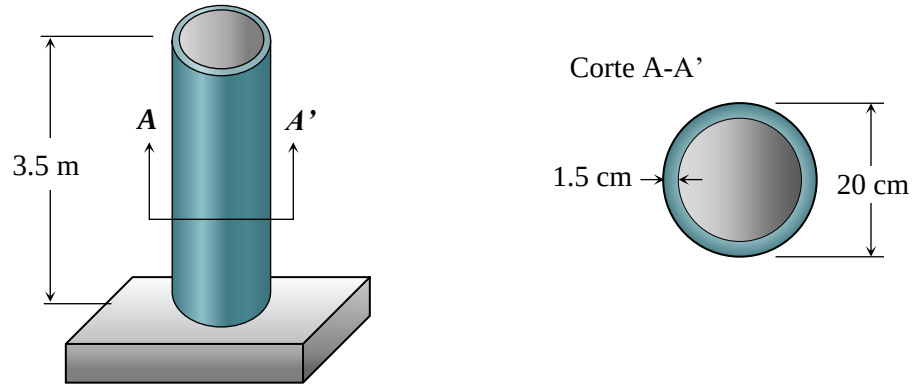
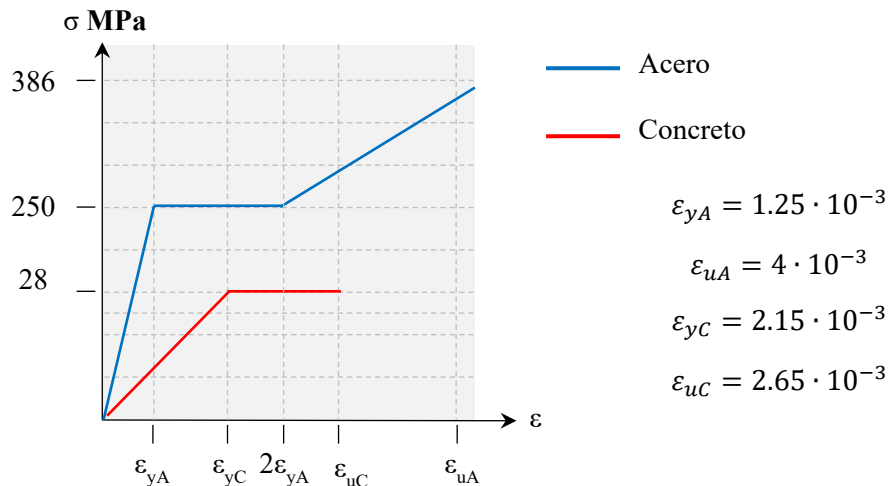

Figura 6. Apoyos de neopreno.
Figura 7. Modelo de comportamiento de materiales
En la Figura 6 se presentan una columna hueca de acero rellena de concreto. En la Figura 7 se presenta el modelo del comportamiento del concreto y el acero. Responda las siguientes preguntas:
- Dibuje toda la curva de comportamiento (P vs δ) para el sistema descrito en la Figura 6.